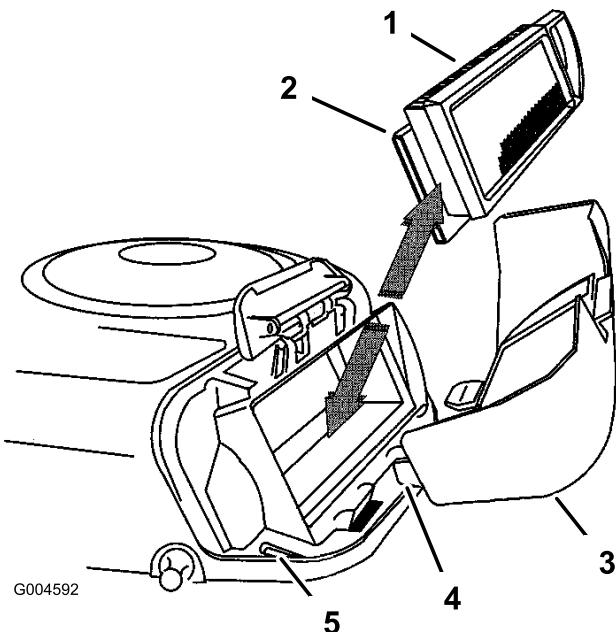

Figura 24
5. Estraete con cautela l'elemento in schiuma sintetica e l'elemento di carta dal convogliatore (Figura 24).
- Agganciate il manico sul coperchio, quindi premete sul manico per fissare saldamente il coperchio (Figura 24).